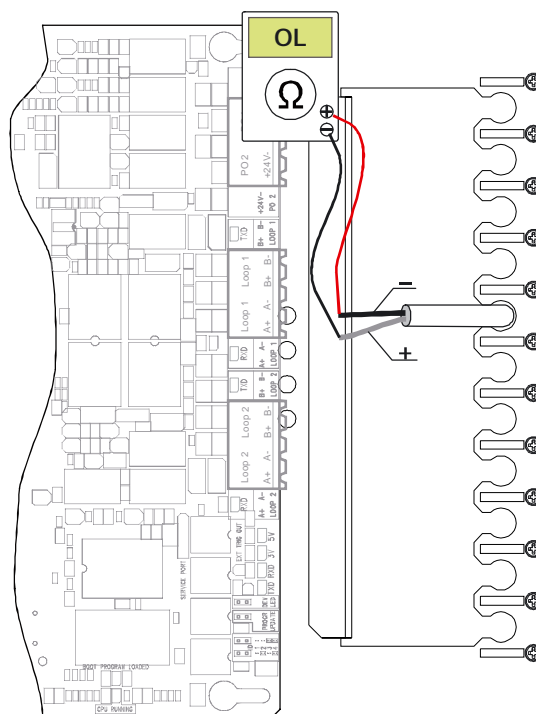

Рис.9
2. Измерьте сопротивление между проводниками линии устройств сигнализации так, чтобы положительный щуп измерителя соединялся с отрицательным проводником линии сигнализаторов. Измеритель сопротивления должен показывать обрыв (Рис.9). Если измеритель сопротивления показывает какое-либо иное значение, определите местонахождение причины дефекта. (Это может быть неправильное подключение устройства сигнализации, отсутствие последовательного диода в устройстве сигнализации или короткое замыкание в проводниках).